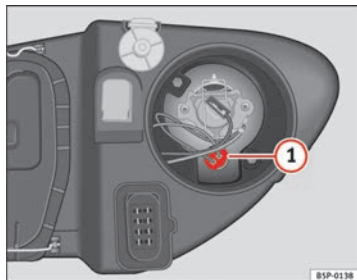

Fig. 191 Luz de población
- Extraiga el portalámparas ⇒ fig. 191 **1** hacia fuera.